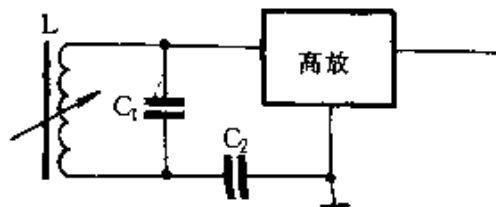

图 2-77
③ 电感器可以用于谐振选频回路。图 2-77 所示为收音机高放级电路, 可变电感器 L 与 C_1 组成调谐回路, 调节 L 即可改变谐振频率, 起到选台的作用。